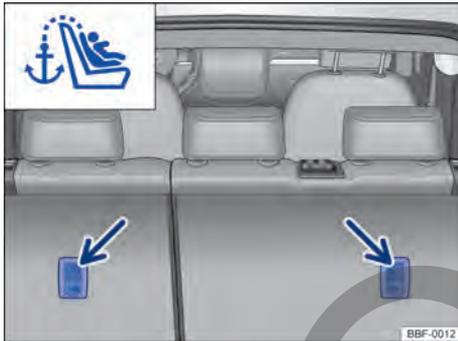

Fig. 42 Ojales de retención para el cinturón de fijación superior en el lado de atrás del asiento trasero.
- Si se provee junto con el asiento para niños, coloque el cinturón de fijación superior (Top Tether) del asiento para niños entre el respaldo del asiento trasero, fijándolo al terminal de enganche que se encuentra en la parte posterior del respaldo del asiento → fig. 42.